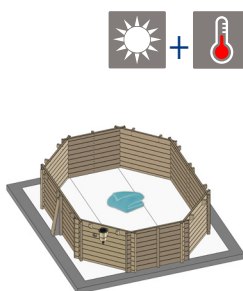
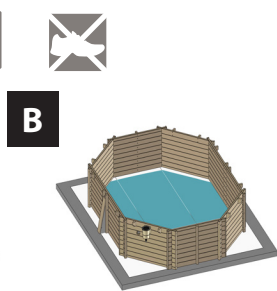

Fig. 13 / Abb. 13 / Afb. 13
Fig. 14 / Abb. 14 / Afb. 14
**B** Place the liner in the centre of the pool (figure 13) and unfold it starting from there (figure 14) Uniformly distribute the space between the dimensions of the liner and those the structure all round.
**B** Placez le liner au centre de la piscine (figure 13) et le déplier à partir de ce centre (figure 14). Répartissez de façon égale le jeu existant entre la dimension du liner et la dimension de la structure sur tout le pourtour.
**B** Platzieren Sie den Liner in der Mitte des Pools (Abb. 13) und entfalten Sie ihn von dort aus (Abb. 14). Verteilen Sie das Spiel zwischen den Maßen des Liners und denen des Tragwerks gleichmäßig auf dem ganzen Umriss.